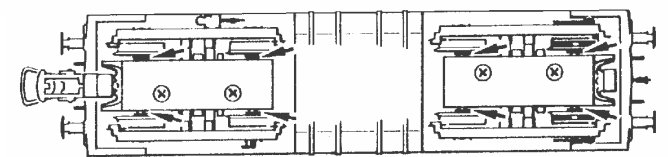

Fig. 4
2. Schmierung: Versehen Sie die im Schmierplan in Fig. 4 gekennzeichneten Stellen mit nur **kleinen Öltropfen**. Dazu zuerst das Lokgehäuse abnehmen (Fig. 3). Wir empfehlen den ROCO **Öler Art.-Nr. 10906**. Fürs Schmieren der Getriebeteile (Zahnräder, Schnecke) empfehlen wir das **ROCO-Spezialfett Art.-Nr. 10905**. Im Falle der Schmierung diese Teile **nicht ölen**.
2. Lubrication: Apply **tiny oil drops** to spots marked in fig. 4. Prior to lubrication dismantle locomotive (fig. 3). We recommend using item no. **10906, Roco oiler**. For lubrication the gearparts (e.g. cogwheels, worm) we should recommend our Roco **special grease** (item no. **10905**).
2. Het smeren: Op de aangegeven punten slechts **een enkel oliedruppeltje** (fig. 4). Daartoe wel eerst het lochuis verwijderen (fig. 3). Wij adviseren Rovo-smeerolie art. 10906. Voor het smeren van de aandrijving (tandwielen, wormwielen, etc.) adviseren wij **Roco-smeervet art. 10905**. Let op. Geen olie gebruiken waar smeervet zit.